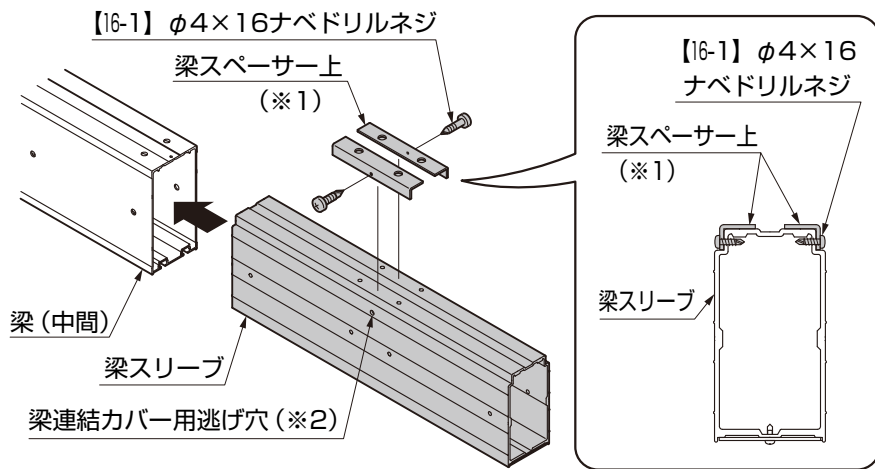

図2-1
- ① 梁スリーブに梁スパーサー上を【16-1】で2個取付けてください。(図2-1参照)
- ② 梁（中間）に梁スリーブを挿入してください。(図2-1参照)